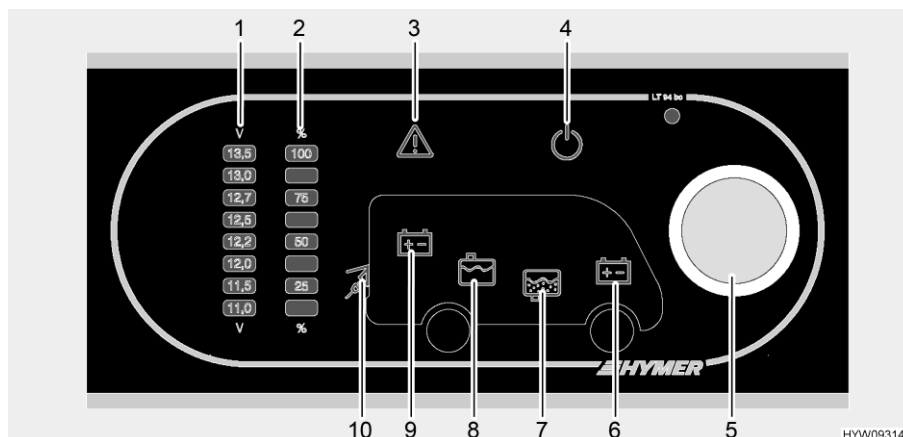

Bild 132 Panel (LT 94)
Med vridknappen (Bild 132,5) kopplas panelen och bodelens 12 V-försörjning till eller från.
Slå på: ■ Tryck på vridknappen (Bild 132,5): 12 V-försörjningen för bodelen är påslagen. 12 V-kontrollampan (Bild 132,4) lyser.
Slå från: ■ Tryck på vridknappen (Bild 132,5): 12 V-försörjningen för bodelen är avstängd. 12 V-kontrollampan (Bild 132,4) slocknar.
Med vridknappen (Bild 132,5) kan både spänningen av bodelsbatteriet och spänningen av startbatteriet avläsas. Spänningen visas på visarskalan för batterispänning (Bild 132,1).
- Vrid vridknappen (Bild 132,5) tills symbolen av batteriet som ska avläsas lyser.
Bodelsbatteriets spänning visas (Bild 132,9)
Startbatteriets spänning visas (Bild 132,6)
- Spänningen avläses på visarskalan batterispänning (Bild 132,1).
Med hjälp av vridknappen (Bild 132,5) kan såväl nivån i vattentanken som i avloppstanken avläsas. Nivån visas på visarskalan för tanknivån (Bild 132,2).
- Vrid vridknappen (Bild 132,5) tills symbolen av tanken vars nivå ska avläsas lyser.
Vattentankens nivå visas (Bild 132,8)
Avloppstankens nivå visas (Bild 132,7)
- Nivån visas på visarskalan för tanknivån (Bild 132,2).
Varningslampan alarm (Bild 132,3) blinkar, så snart som definierade gränsvärden överskrids eller underskrids.
Varningslampan alarm (Bild 132,3) blinkar, batteriets spänning är under 11 V. Om 12 V-försörjningen är påkopplad, lyser dessutom resp. batterisymbol upp (Bild 132,6 eller 9), och displayen "11,0" på visarskalan batterispänning (Bild 132,1) blinkar. Snart djupurladdning.
Tanklarm Varningslampan alarm (Bild 132,3) blinkar och resp. tanksymbol (Bild 132,7 eller 8) lyser upp, så snart som vattentanken eller avloppstanken är full.
230 V-kontrollampan (Bild 132,10) lyser när nätspänningen ligger på elblockets ingång.